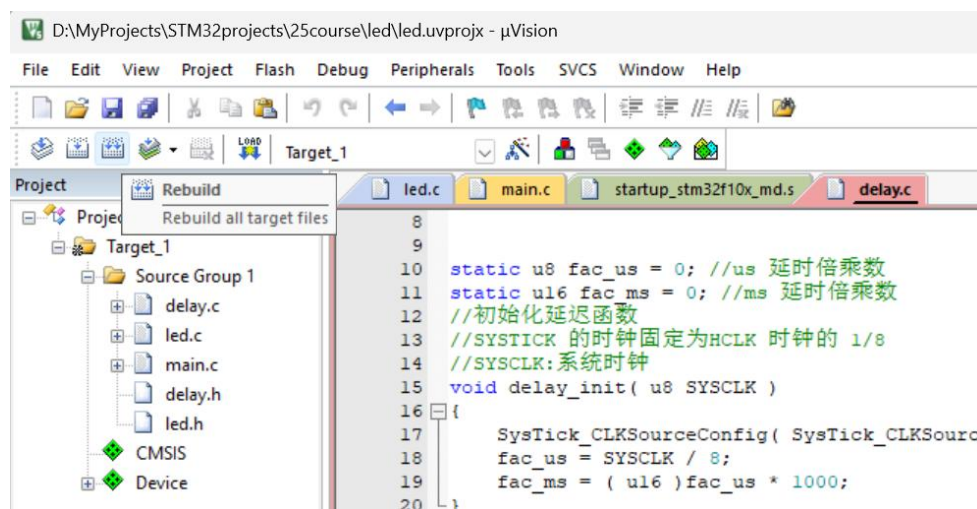

图 1-21 重新编译
- 6) 用 Keil5 开发环境打开实验例程，点击 Rebuild All 重新编译工程，如图 1-21 所示。